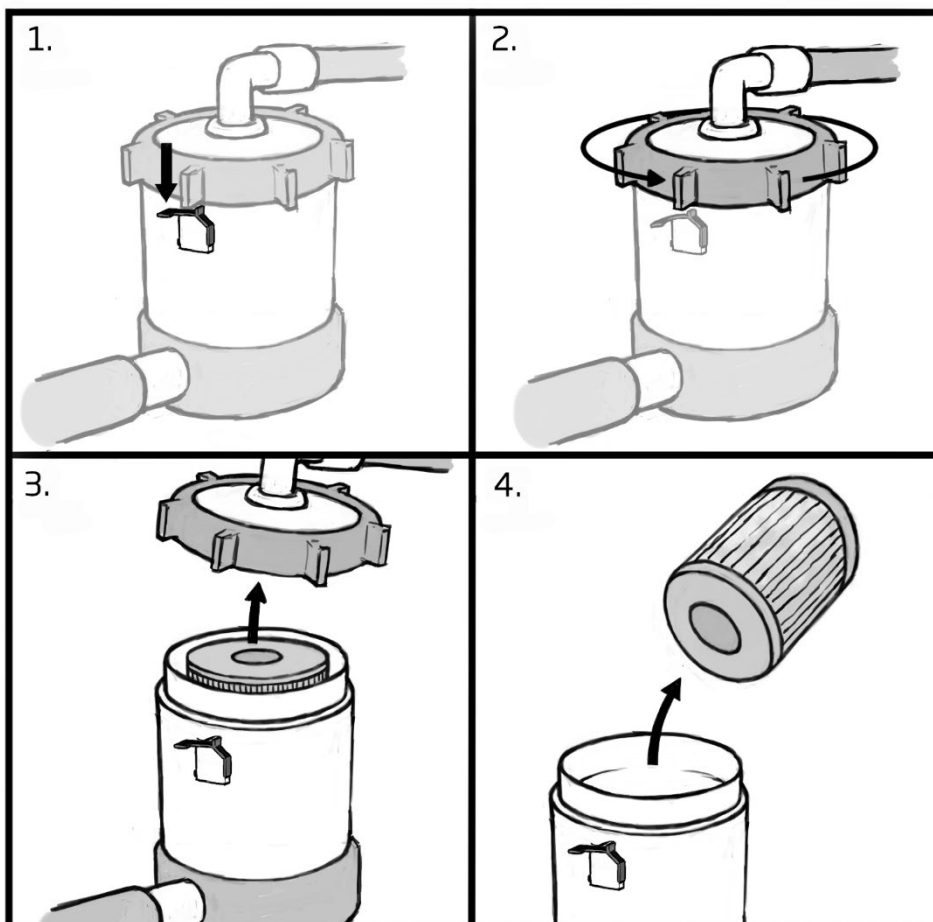

Abbildung 6
5. Öffnen Sie den Verschlussring (1-2, Abbildung 6), indem Sie zunächst vorsichtig die schwarze Verschlusshalterung nach unten drücken und danach den Verschlussring entgegengesetzt zum Uhrzeigersinn drehen, der Spannring kann straff sitzen.
6. Abdeckung öffnen (3. / Abbildung 6)
7. Entfernen Sie die Filterpatrone und reinigen Sie bei Bedarf das Gehäuse (4. / Abbildung 6)